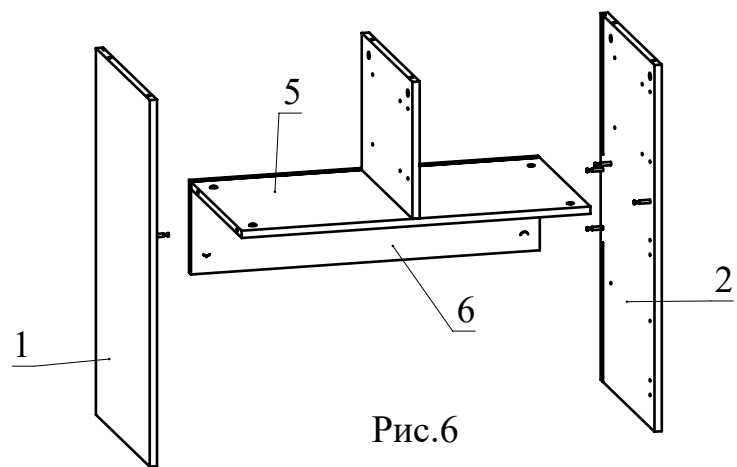

Рис.6
5. Установите детали 5 и 6 между деталями 1, 2 и зафиксируйте, повернув конфирматным ключом головки минификсов по часовой стрелке до упора (Рис. 6).